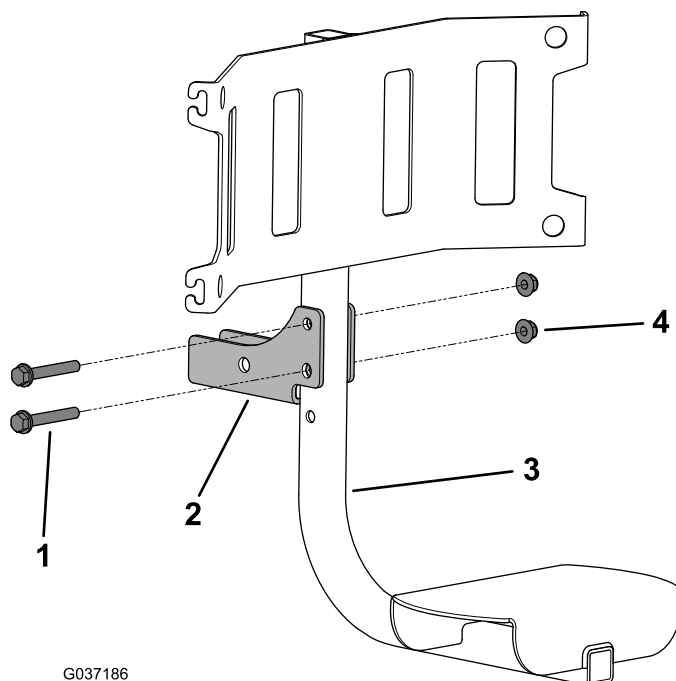

Figura 4
4. Instale um suporte de montagem da articulação numa montagem de balde do lixo na altura desejada utilizando dois parafusos de cabeça sextavada flangeada (3/8 x 2-1/2 pol.) e duas porcas flangeadas (3/8 pol.), como se mostra na Figura 4.